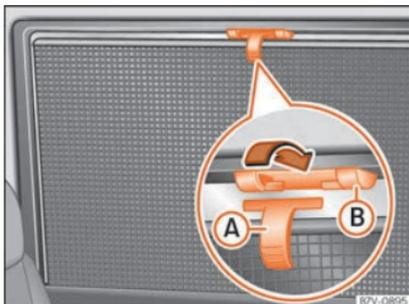

Fig. 147 Na janela traseira direita: cortina.
- Puxe a persiana pela pega saliente »» **Fig. 147** **A** totalmente para cima.